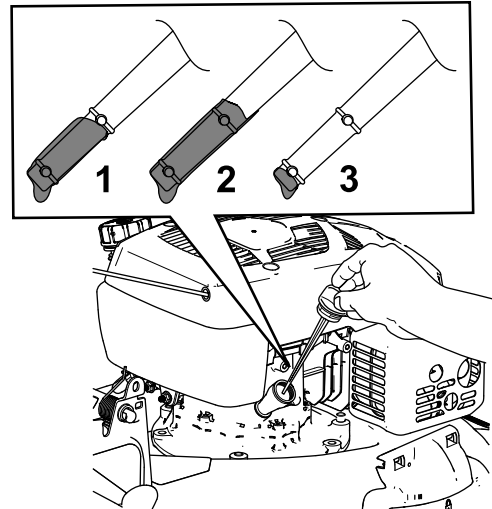

Figure 7
3. Retirez la jauge (Figure 7) et versez de l'huile spécifiée dans le tube de remplissage pour remplir le carter jusqu'aux 3/4 de sa capacité.
6. Vérifiez le niveau d'huile indiqué par la jauge (Figure 7).